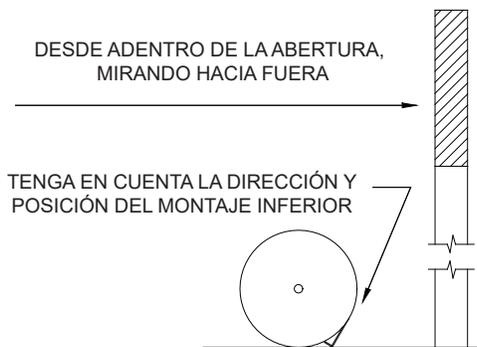

Figura 3.
4.3 Ubique la puerta en la abertura como se muestra en la Figura 3. Asegúrese de colocar la puerta sobre un material protector para evitar que la persiana se dañe.